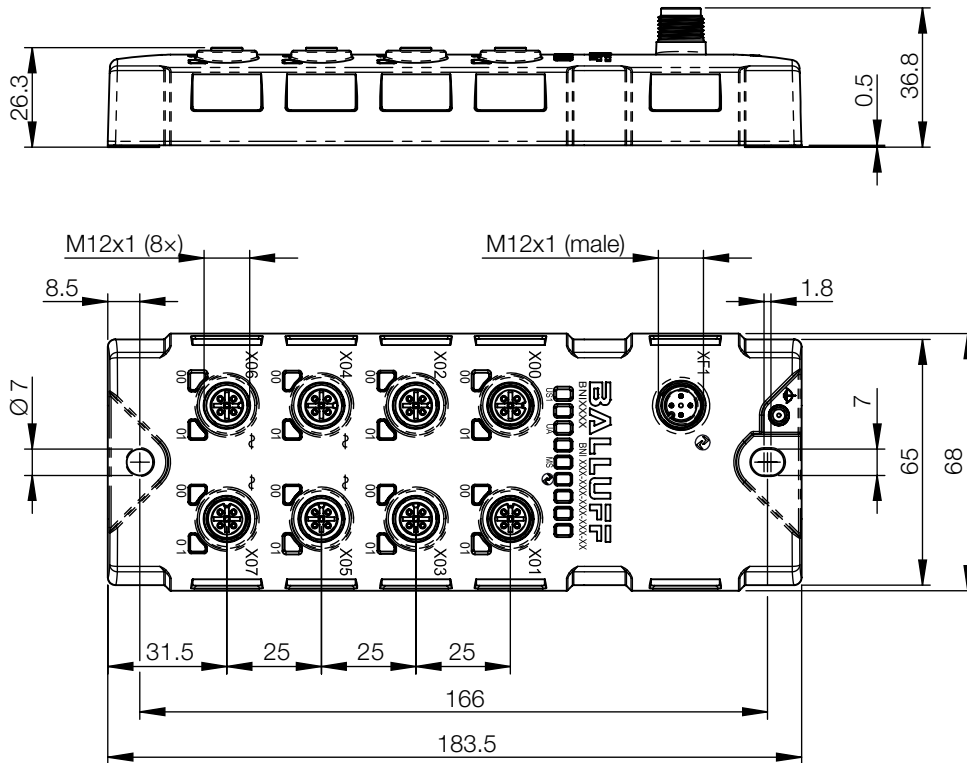

Bild 4-1: Abmessungen
**i** Abmessungen siehe Bild 4-1 auf Seite 8.